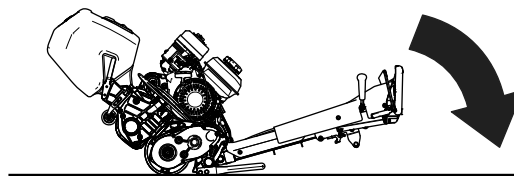

図 7
2. トラクションユニットのハンドルを操作してカuttingユニットを床まで下降させる 図 7。